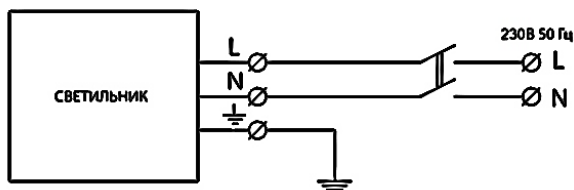

Рисунок 3. Схема подключения светильника
4.2 Подсоединить сетевые провода согласно схеме, на рисунок 3.